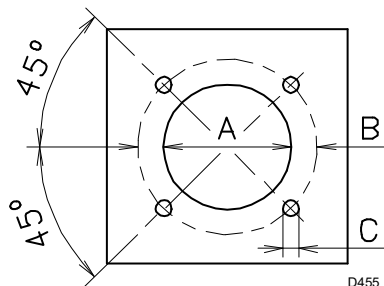

Fig. 7
5.4 Longitud tubo llama (Fig. 7)
En calderas con frontal refrigerado por agua, no es necesario el revestimiento refractario 10)-11)(Fig. 7), salvo que lo indique el fabricante de la caldera.
Después de haber efectuado esta eventual operación, fijar la brida 7)(Fig. 7) a la placa de la caldera, intercalando la junta 8) que se suministra. Tras haber provisto a la protección de la rosca con algún producto antibloqueo (grasa para temperaturas altas, compuestos, grafito), utilizar los 4 tornillos que se suministran.